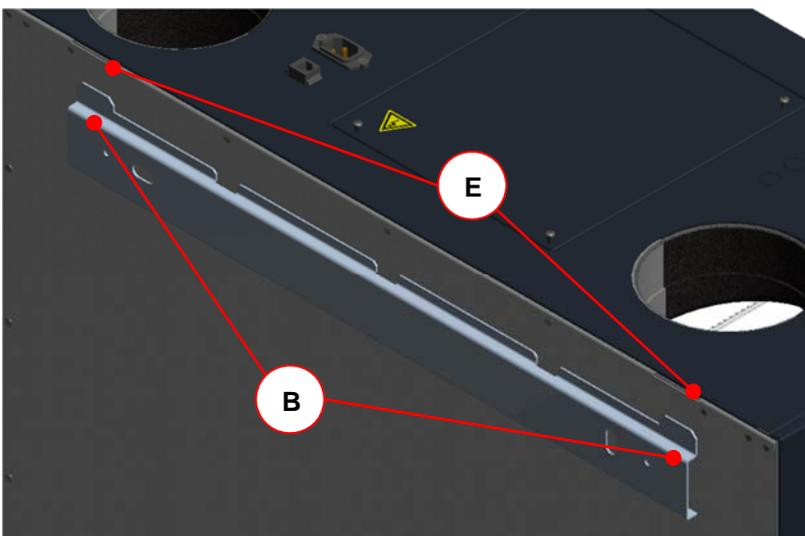

Abb. 19: Einhängen in das Befestigungsblech
6. Setzen Sie das FOCUS so auf den Montage-Sockel, indem die Laschen des Befestigungsbleches in die jeweils unten befindlichen Schlitzöffnungen des Falzes der Geräteückwand einhaken. Siehe hierzu Abb. 19.